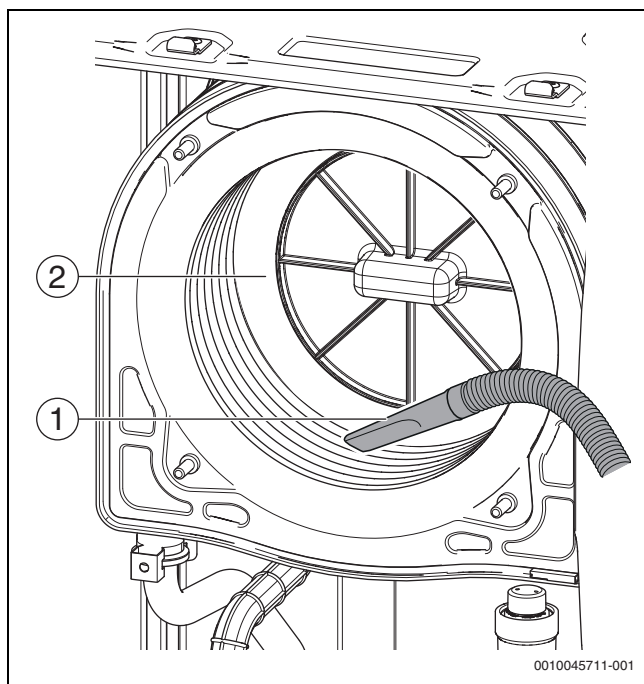

Fig. 43 Proceso de aspiración
- ▶ Retirar los restos con una aspiradora (→ fig. 43, pág. 37).